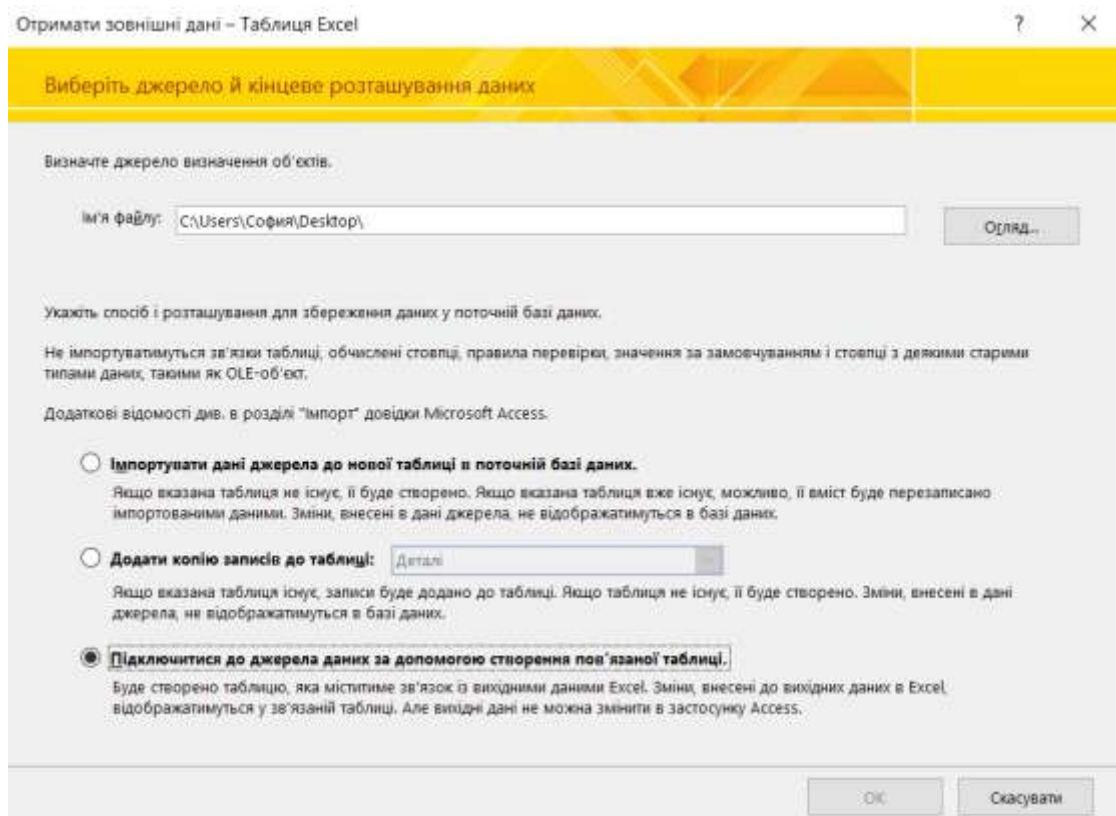

Рисунок 3.17 – Вікно імпорту файлу Excel
- встановіть перемикач в одне з трьох можливих положень та натисніть «ОК». Вибір положення «Імпортувати дані джерела до нової таблиці поточної бази даних» дозволить створити нову таблицю з даними, які не будуть прив'язані до початкового файлу Excel; положення «Додати копію записів до таблиці» застосовувати не рекомендується, оскільки структура даних, збережених у файлі Excel, часто не збігається зі структурою даних існуючих таблиць; положення «Підключитися до джерела даних за допомогою створення пов'язаної таблиці» дозволить створити нову таблицю в базі даних та вносити в неї зміни не тільки під час редагування бази даних, але і шляхом внесення змін в базовий файл Excel (видалення файлу Excel-джерела даних призведе до втрати даних в таблиці) (рисунок 3.17);